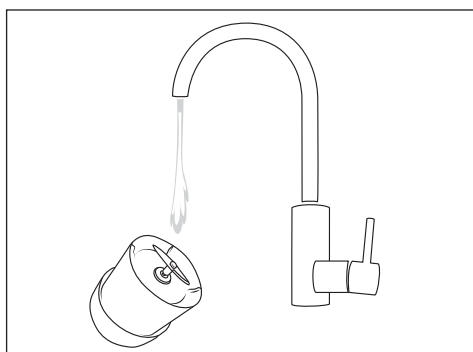

Fig. 2
- ◆ Essuyez le couvercle ❶ et la dragonne ❷ à l'aide d'un chiffon humide. Appliquez un peu de liquide vaisselle doux sur le chiffon et essuyez à l'eau claire. Laissez sécher complètement avant de ranger l'appareil ou de le réutiliser.
- ◆ Pour éliminer les salissures légères, remplissez le gobelet ⑥ d'eau tiède additionnée d'une goutte de liquide vaisselle jusqu'au repère MAX. Faites fonctionner l'appareil pendant environ 30 secondes comme décrit au chapitre **11. Utilisation**. Dévissez ensuite le couvercle ① et videz l'eau de rinçage du gobelet ⑥.
- ◆ Rincez uniquement la lame en croix ⑧ avec précaution, si nécessaire avec une brosse à vaisselle, sous l'eau courante. Veillez ce faisant à ce que l'eau ne coule pas sur le couvercle ① et ne le plongez pas dans l'eau ! Inclinez l'appareil de manière à ce que seule la lame en croix ⑧ s'engage dans le jet d'eau (voir fig. 2). Les salissures se détachent plus facilement si le nettoyage est effectué directement après l'utilisation.